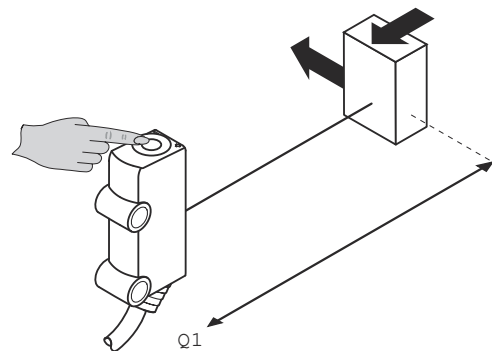

Figura 6: Ajuste de la distancia de conmutación
- Colocar el objeto a la distancia deseada en la trayectoria del haz del dispositivo (observar la distancia de conmutación mín. y máx., véase figura 6, página 46).